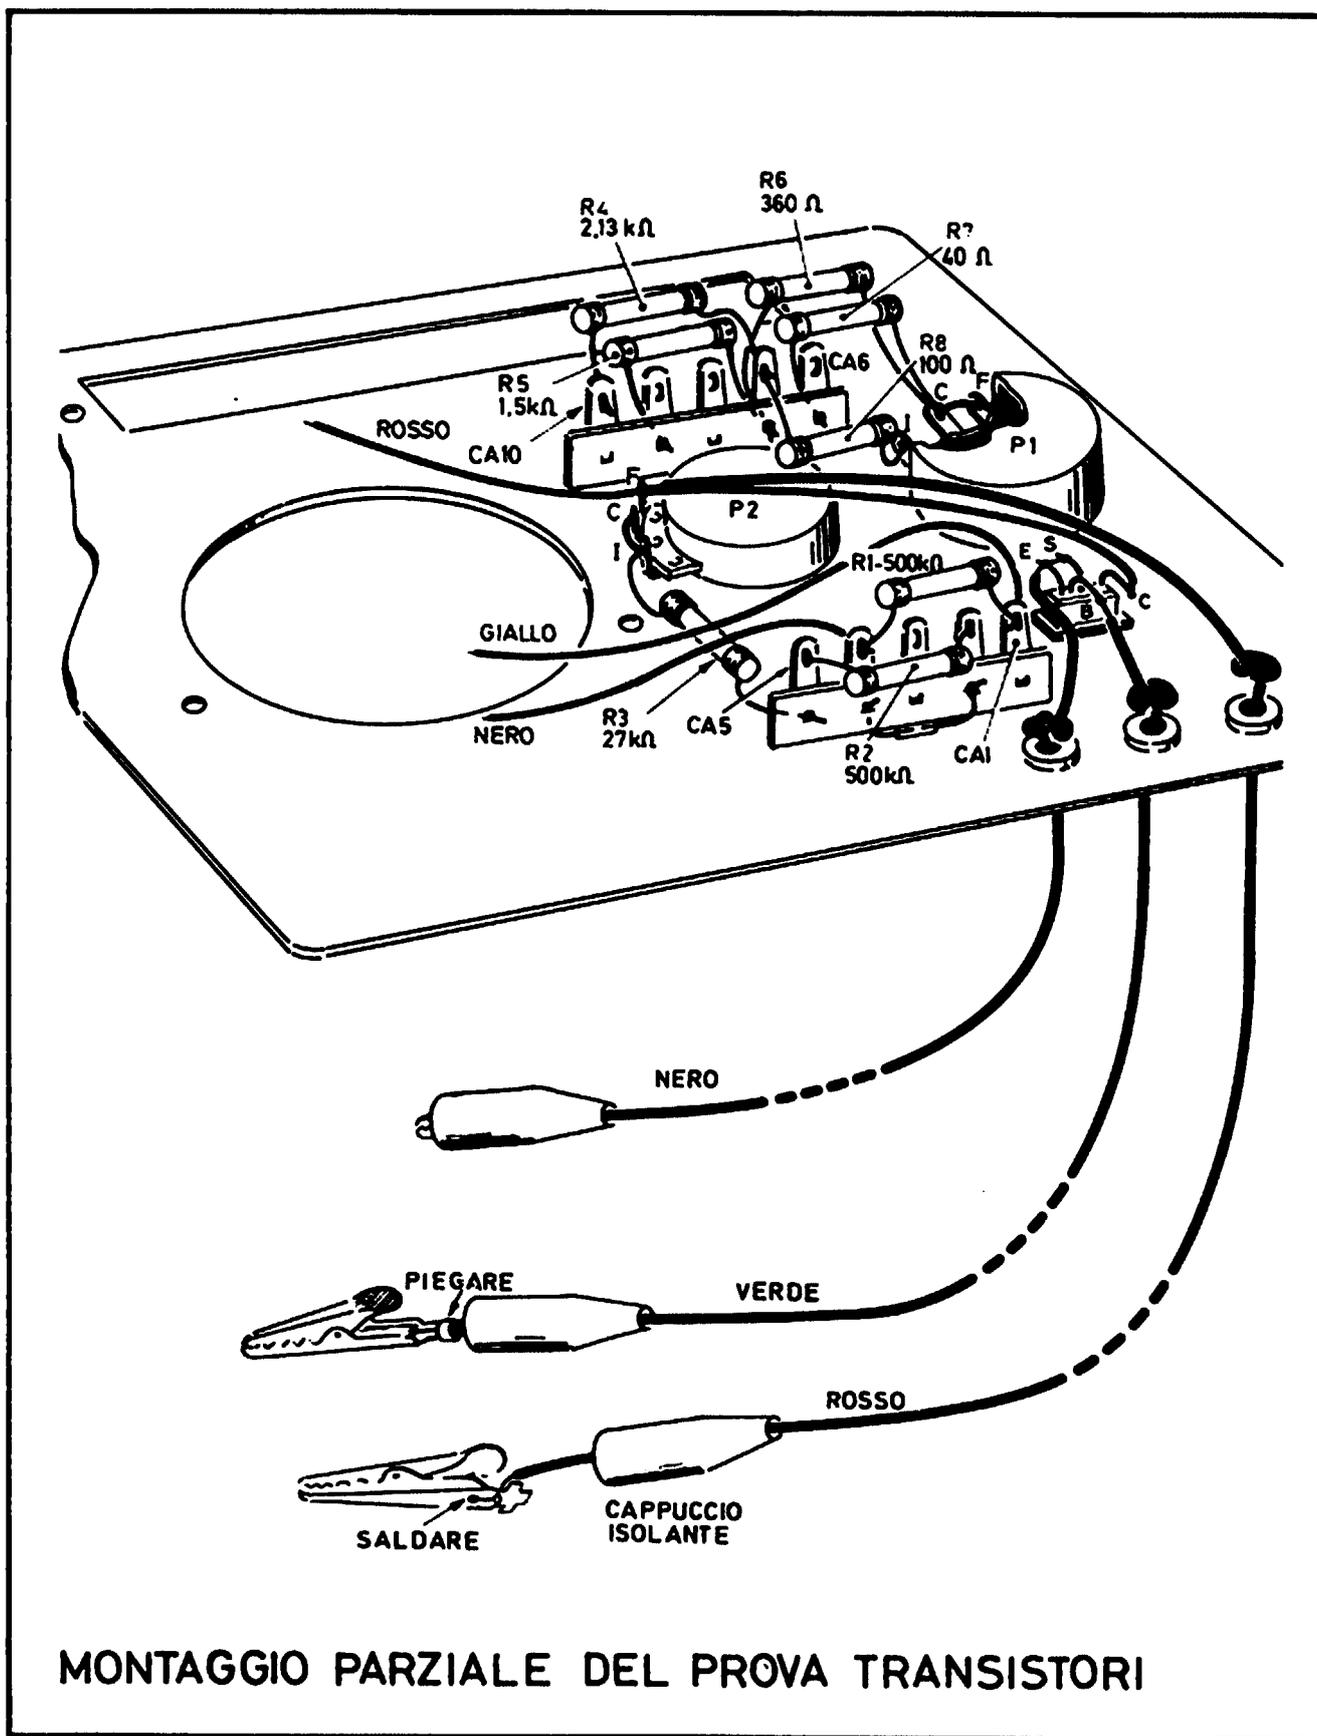

Fig. 4
Questo montaggio consiste nel disporre tra gli elementi già fissati al pannello i collegamenti indicati nella *fig. 4*; per procedere nel lavoro con ordine, si attenga alle istruzioni seguenti.
j) Dopo aver disposto le tre trecciole (rossa, verde e nera) ben parallele tra loro ed avere uguagliato le loro lunghezze, tagliando le parti in eccesso di quelle più lunghe, colleghi agli estremi di dette trecciole i coccodrilli non isolati, che ha ricevuto con la 11ª Serie di Materiali unitamente ai cappucci o manicotti isolati; nella *fig. 4* può vedere come deve procedere per munire l'estremità di ciascuna trecciola del coccodrillo e del relativo cappuccio o manicotto, che deve essere infilato per primo sulla trecciola stessa dello stesso colore.